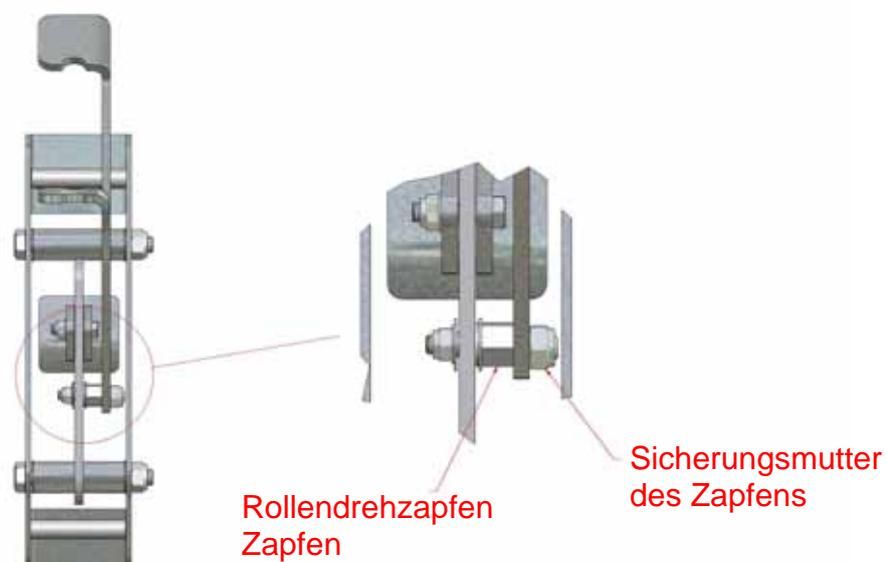

Abbildung 34: Einstellen der Arretierungsvorrichtung der Sperrklinke
- Falls die Sperrklinke infolge von Verschleiß an der Sperrklinkenarretierung nicht mehr in der entriegelten Position einrastet, kann der Drehzapfen der Rolle eingestellt und so die Haltekraft erhöht werden. Sicherungsmutter des Zapfens lösen und Rollendrehzapfen um 1/8 Umdrehung drehen (Abbildung 34). Sicherungsmutter wieder anziehen und testen. Falls nötig, Vorgang wiederholen.